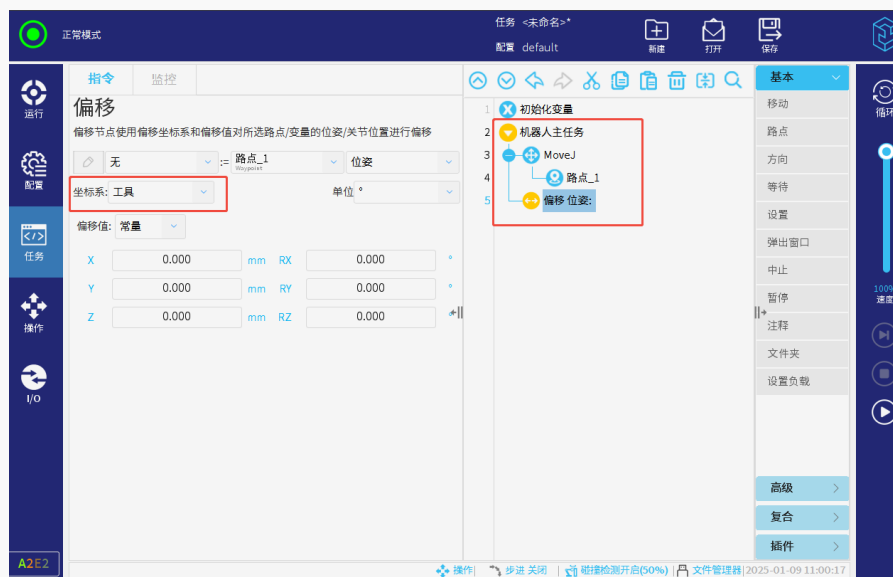

图 3-118: 工具坐标系设置
- 鉴于其运行的动态变化，需确保偏移节点放置在该路点下方就近位置（中间无运动节点，如 Move 路点、Move 方向、Home 等即可），如图 3-118所示，以便根据实时的工具坐标系准确计算，实现偏移功能。